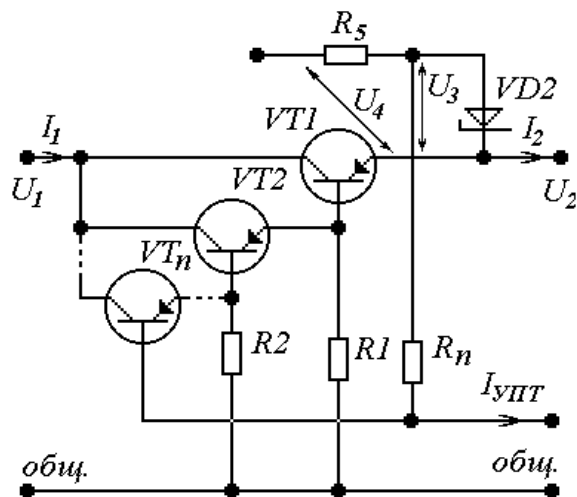

Рис.3. Вариант 3
$$U_{1ном} \geq \frac{U_{2ном} + 2}{1 - \delta_1 - q_1}, \text{ для рис. 3, 4, 5, 6, 7, 8.} \quad (2)$$
$$R_n \leq \frac{U_3 \prod_{i=1}^n K_{I_i}}{I_{РЭmax}}, \text{ для рис. 3, 4, 17, 18, 19, 20.} \quad (16)$$
$$I_{УПТmax} = \frac{U_3}{R_n}, \text{ для рис. 3, 4, 5, 6.} \quad (19)$$
$$U_3 = 5...12B, \text{ для рис. 3, 4, 17, 18, 19, 20.} \quad (81)$$
$$U_4 \geq 1.5U_3, \text{ для рис. 3, 4, 17, 18, 19, 20.} \quad (82)$$
$$R_5 \leq \frac{U_4 - U_3}{I_{см2min} + I_{УПТmax}}, \text{ для рис. 3, 4.} \quad (20)$$
$$R_i = \left(\sum_{l=1}^n \frac{\prod_{i=0}^{l-1} K_{I_i}}{r_{d_l}} \right)^{-1}, \text{ для рис. 3...8.} \quad (25)$$